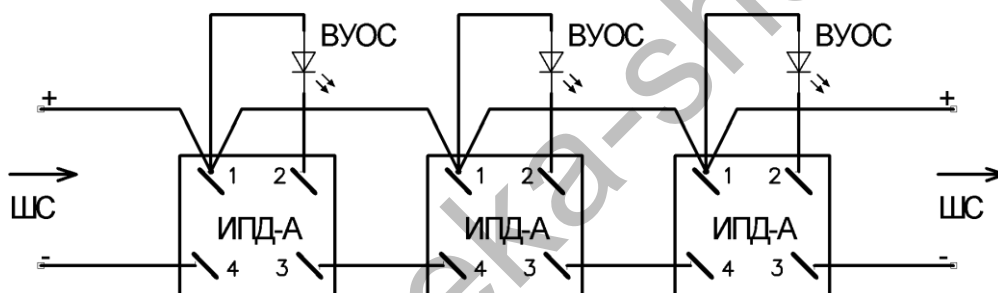
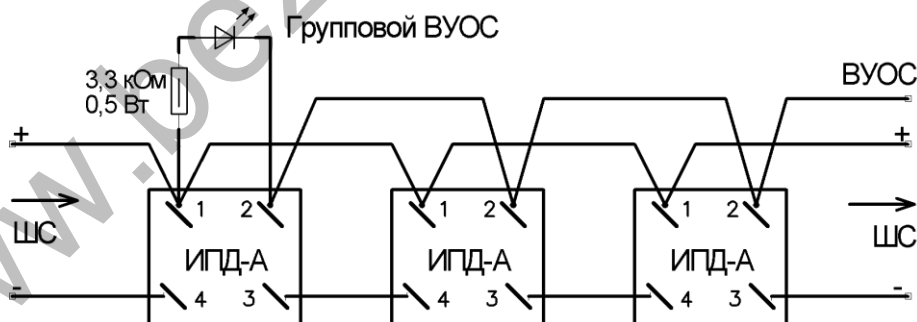

Рис. 6 – Схема подключения ВУОС отдельно к каждому извещателю
Рис. 7 – Схема подключения группового ВУОС
- если необходимо, подключить внешнее устройство оптической сигнализации (ВУОС) в соответствии с рис. 6 и рис. 7.